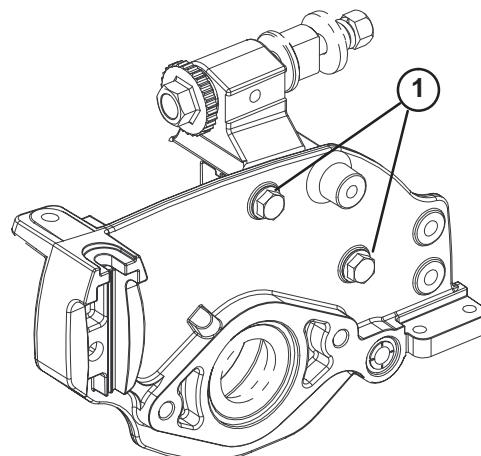

Bild 12
**Hinweis:** Die Position der hinteren Rolle zur Spindel wird von den Drehtoleranzen der montierten Komponenten gesteuert. Ein Parallelisieren ist nicht erforderlich. Sie können minimale Einstellungen vornehmen, wenn Sie das Mähwerk auf eine Arbeitsfläche stellen und die Befestigungsschrauben der Seitenplatte lockern (Bild 12). Nehmen Sie die Einstellung vor und ziehen Sie die Schrauben wieder fest.